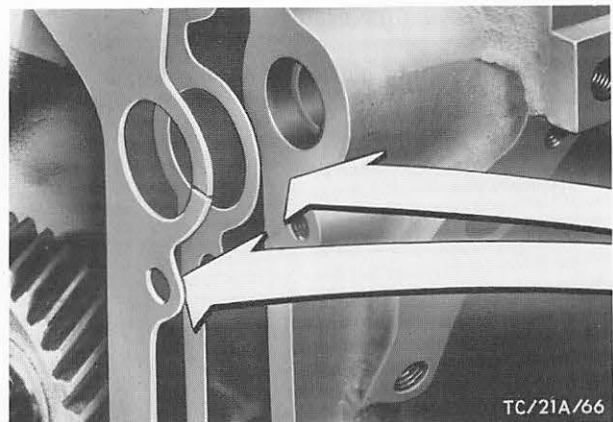

Abb. 160 Zwischenplatte mit Dichtung montieren
42. Zylinderblockstirnseite am äußeren Umfang sowie die Rückseite der vorderen Zwischenplatte mit Dichtmasse bestreichen. Dichtung auflegen und Zwischenplatte zunächst nur handfest an den Zylinderblock montieren, Abb. 160. Zur Führung zwei weitere Schrauben in die unteren Bohrungen der Zwischenplatte schrauben und nach dem Festziehen der Zwischenplatte wieder entfernen.